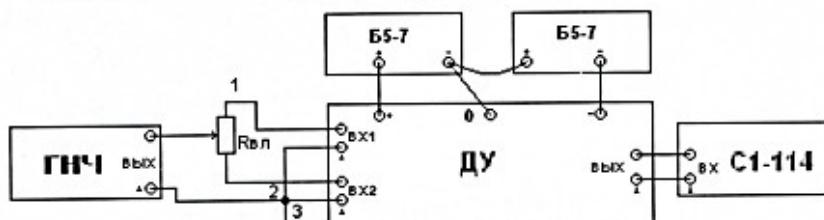

рис.1
4. Подключить двуполярное питание к схеме Дифференциального Усилителя (рис.1)
6. Подключить осциллограф и генератор с потенциометром к дифференциальному усилителю (рис.1)